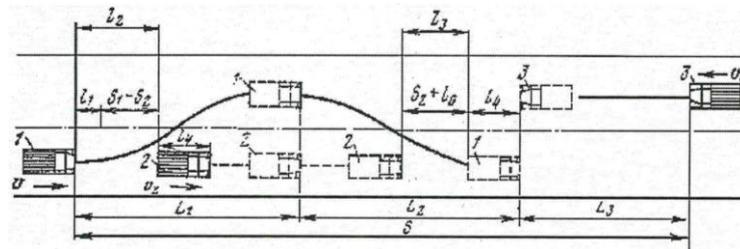

Рисунок 1 - Схема для определения расстояния видимости из условия обгона.
3. Определение расчетного расстояния видимости при обгоне. По этой схеме (рис. 1) расчет ведется из предположения, что обгоняющий автомобиль (автомобиль 1), двигающийся со своей скоростью v_1 , обгоняет автомобиль 2, двигающийся со скоростью v_2 , с выездом на полосу встречного движения. При этом принимаем участок дороги горизонтальным, скорость движения встречного автомобиля .